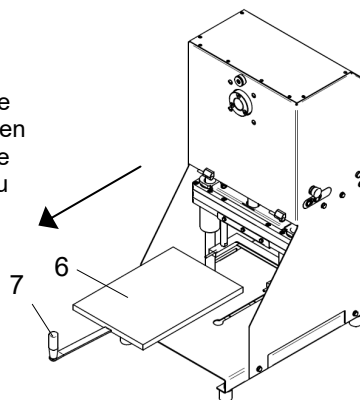

Fig. 7.2.3
7.3.3 - Retrait de la planche à découper (Fig. 7.2.3)
7.3.3 Retrait de la planche à découper (Fig. 7.2.3)